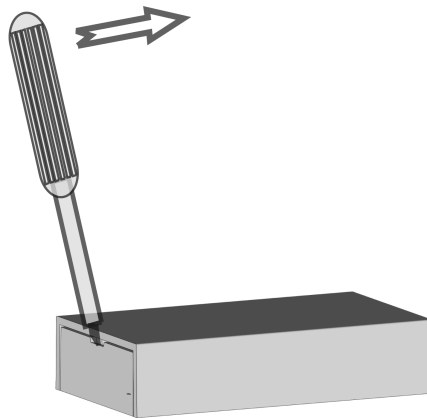

Bild 1: Gehäuse öffnen
- Gehäuse durch Auseinanderschieben öffnen. Dazu schmalen Schlitz-Schraubendreher in die Öffnungsaussparung (Bild 1) stecken und aufhebeln, so dass zwei Rasten überwunden werden.